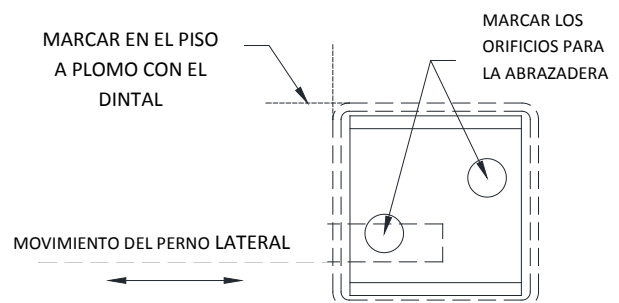

Figura 5.13 – Ubicación de orificio en la abrazadera para montaje de tubo.
Nota: Si la barra inferior incluye una traba de barra inferior, asegurarse de orientar las abrazaderas en forma de silla de manera que no interfieran con el movimiento del perno lateral. Ver **Figura 5.13**
7. Usar la marca colocada en el piso en los pasos anteriores, para ubicar en dónde colocar la abrazadera en forma de silla y marcar los sitios de los orificios colocando la abrazadera en el piso. Ver **Figura 5.13**